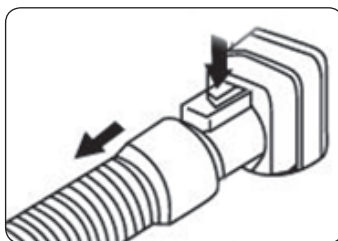

FIGURA 8.1
- Para aspirar, conecte a mangueira na entrada lateral do reservatório (Figura 8.1)